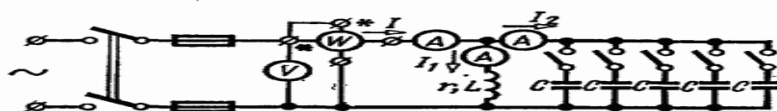

Рис. 6-38. Схема для выполнения лабораторной работы.
2. Собрать схему (рис. 6-38) и показать ее руководителю.